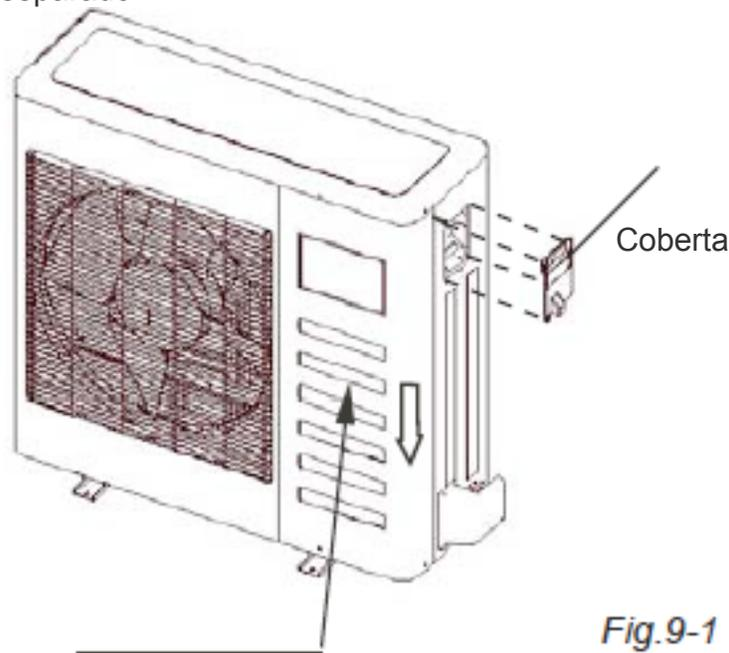
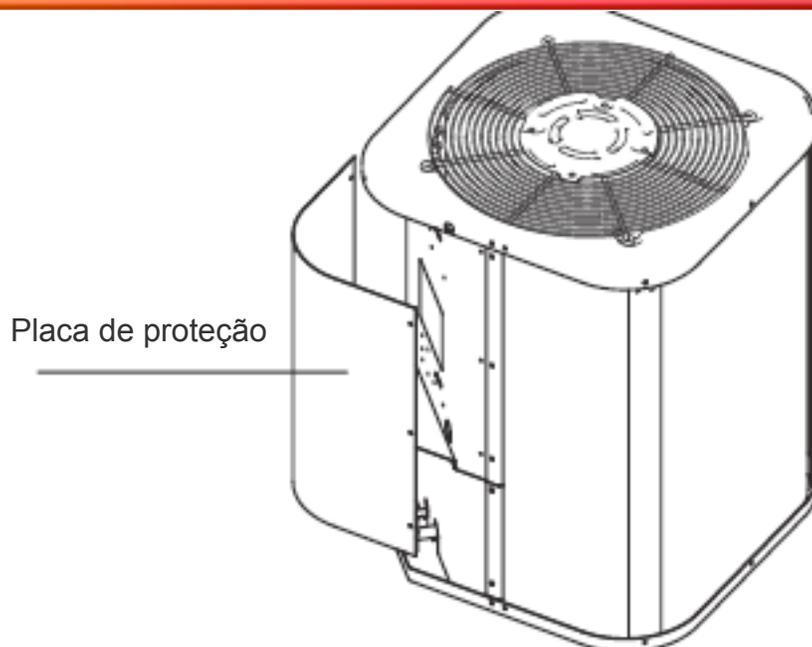
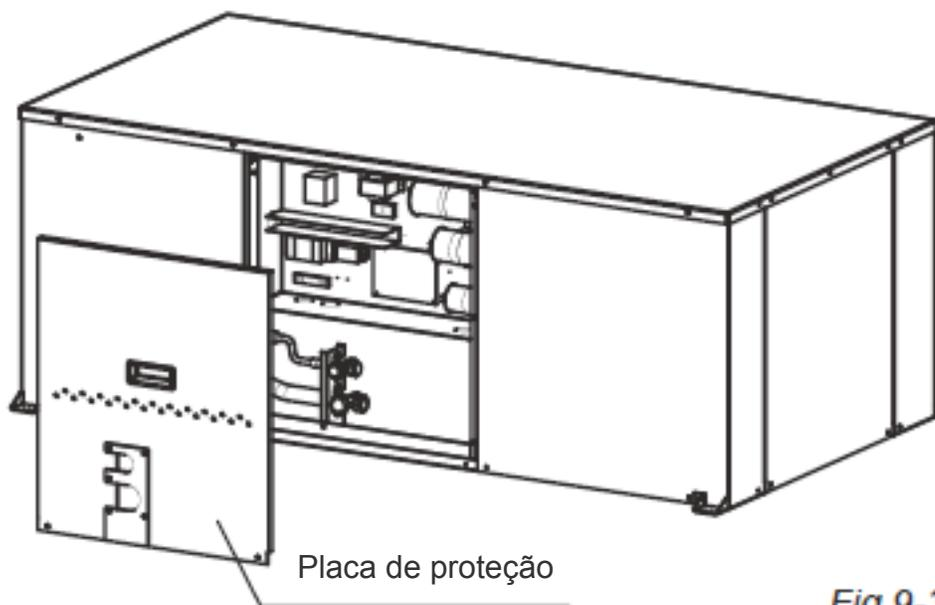

Fig.9-1
Fig.9-2
Fig.9-3
- Esconda os cabos da coberta. (Se não há uma coberta na unidade ao ar livre, desmonte os parafusos da placa de manutenção, e puxe-o na direção da seta para retirar a placa de proteção.) (Refira-se à Fig. 9-1, Fig. 9-2, Fig. 9-3)